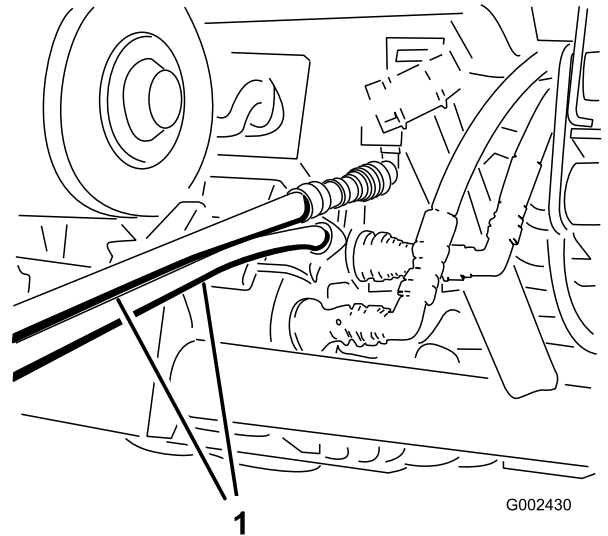

**Figura 85**
3. En la máquina inmovilizada, conecte las dos mangueras de interconexión a las mangueras que fueron desconectadas (Figura 85).